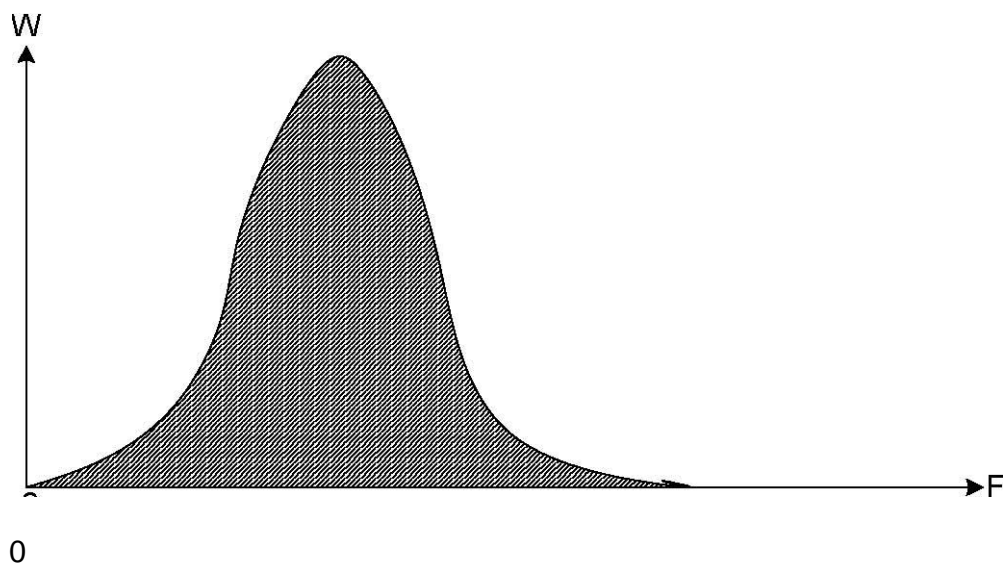

Рисунок 1
10.6. Подключить межблочный кабель к ПБ, БИВ и БП (смотри рисунок 1 приложения Е разъем “Сигнал”).
10.21. Ниже по ходу течения жидкости на расстоянии от 200 до 300 мм от герметичного контейнера устанавливается датчик уровня. Для его установки в нижней части трубопровода сверлится отверстие диаметром 8 мм и нарезается резьба М10. В подготовленное отверстие вкручивается на «Фум» ленте соединительный штуцер. К штуцеру подключается гибкий шланг. Второй конец гибкого шланга подсоединяется к штуцеру на блоке БИВ (рис. 1 приложение Ж).
Если нет возможности установки датчика давления снизу трубопровода, то его можно установить сверху. Для этого сверху трубопровода сверлится отверстие диаметром 16 мм, и вставляется металлопластиковая трубка уровня с гибким шлангом, конец которого подсоединяется к штуцеру на блоке БИВ (рис.1 приложение Ж).
11.1. На лицевой панели ПБ (смотри рисунок 1 приложения В)